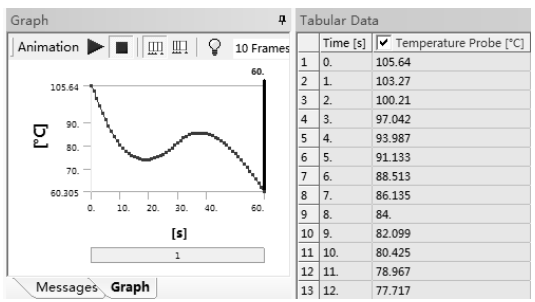

图 11-62 节点温度变化曲线
3) 在分析树中选择【Temperature Probe】节点，单击鼠标右键，在弹出的快捷菜单中选择【Evaluate All Results】命令，将显示出节点温度变化曲线，如图 11-62 所示。